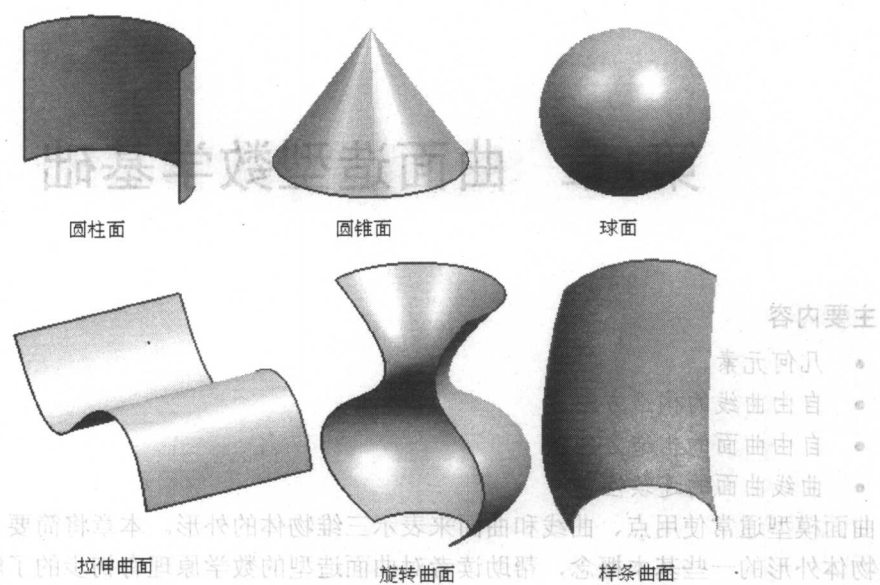

图1-2 曲面类型
- 曲面：曲面的种类包括圆柱面、圆锥面、球面、拉伸曲面、旋转曲面、B 样条曲面。在 UG 系统中，利用直纹面、扫描曲面、过曲线曲面、过网格曲线曲面以及自由曲面成型等功能构建的曲面是 B 样条曲面。曲面类型如图1-2所示。